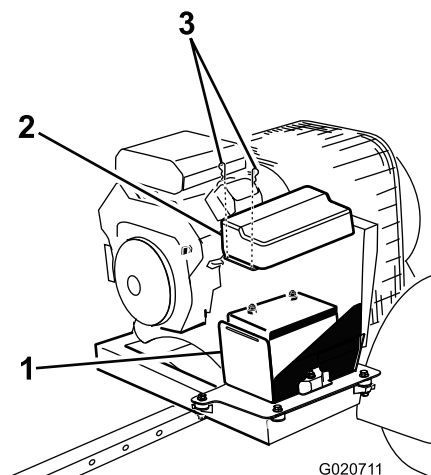

Figura 32
- Retire os cliques que prendem a cobertura da bateria à caixa da bateria e retire a cobertura da caixa (Figura 32).